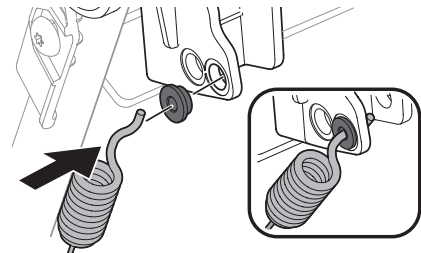

Figure 41
4. Insérez le coussinet dans le trou inférieur. Accrochez le câble en le passant dans le coussinet et le trou inférieur de la commande. Voir Figure 41.